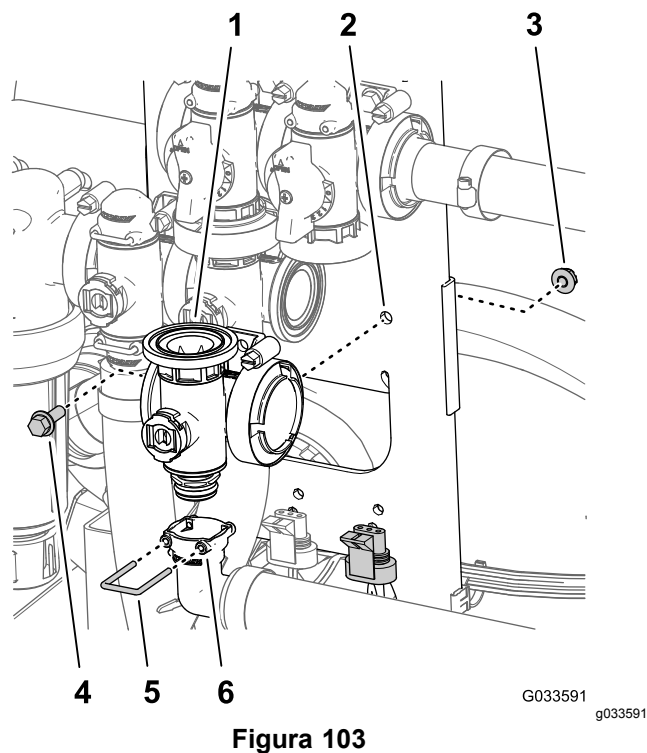

Figura 103
2. Retire la horquilla de retención que sujeta el conector de salida de 90° al acoplamiento del distribuidor de la válvula maestra (Figura 103).
3. Retire el perno con arandela prensada (1/4" x 3/4") y la tuerca con arandela prensada (1/4") que sujetan la válvula maestra al soporte de la válvula, y retire el distribuidor de la válvula de la máquina (Figura 103).